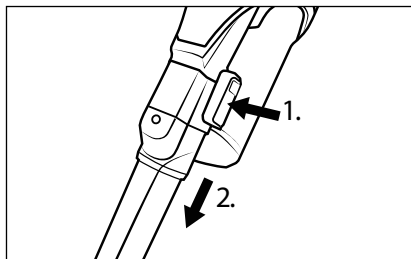

Bild 15
- ◆ För att ta av ett tillbehör håller du upplåsningsknappen på tillbehöret intryckt och drar loss det från dammsugarröret **24** eller dammsugarens insugsöppning (se bild 15).